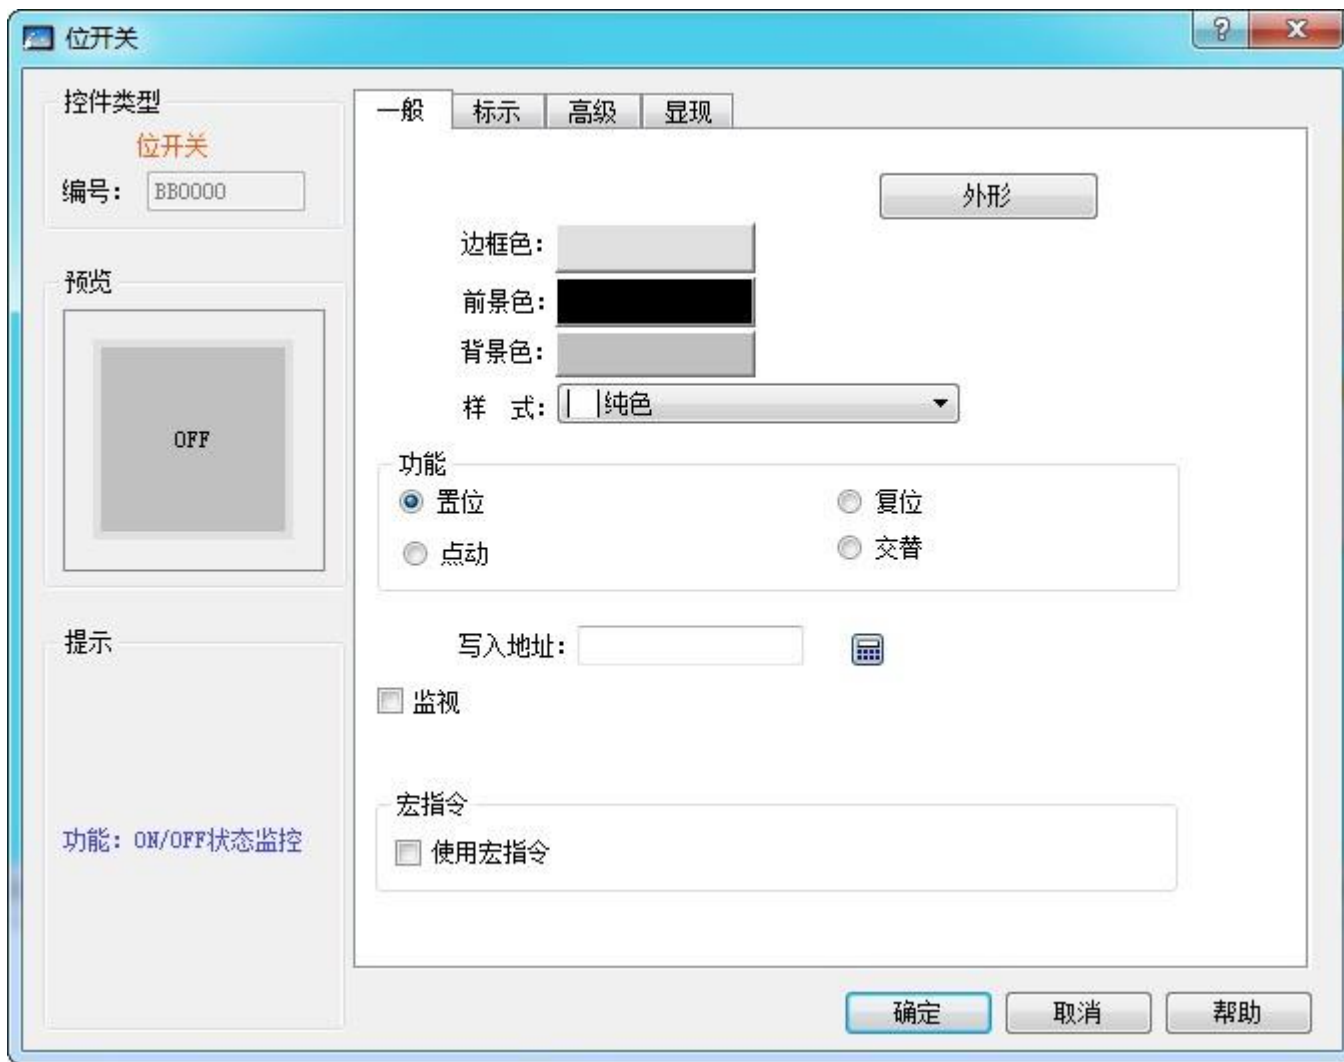

图 4-68 位开关对话框
1. 单击工具栏上的位开关图标 ，弹出一个对话框，该对话框即为设置位开关属性的对话框，如图 4-68 所示：